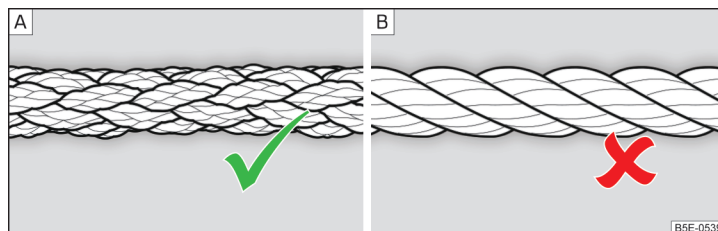

Fig. 181 Câble de remorquage cordé / câble de remorquage torsadé
Utilisez un câble de remorquage cordé pour remorquer » fig. 181 - A.
- Ne pas utiliser de câble torsadé lors du remorquage » fig. 181 - [B], l'œillet de remorquage pourrait se dévisser du véhicule - risque d'accident.